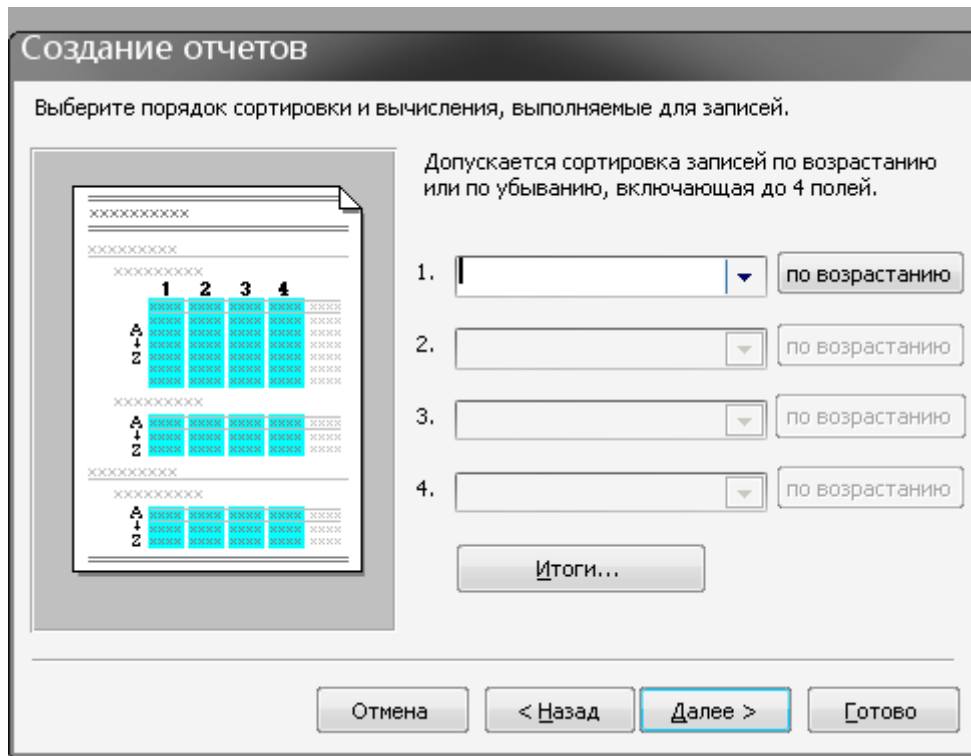

Рис. 2.24
6. З'явиться вікно (рис. 2.24), у якому можна вибрати порядок сортування даних і вказати підсумкові операції після клацання по кнопці **Итоги...**, а потім клацнути по кнопці **Далее**.